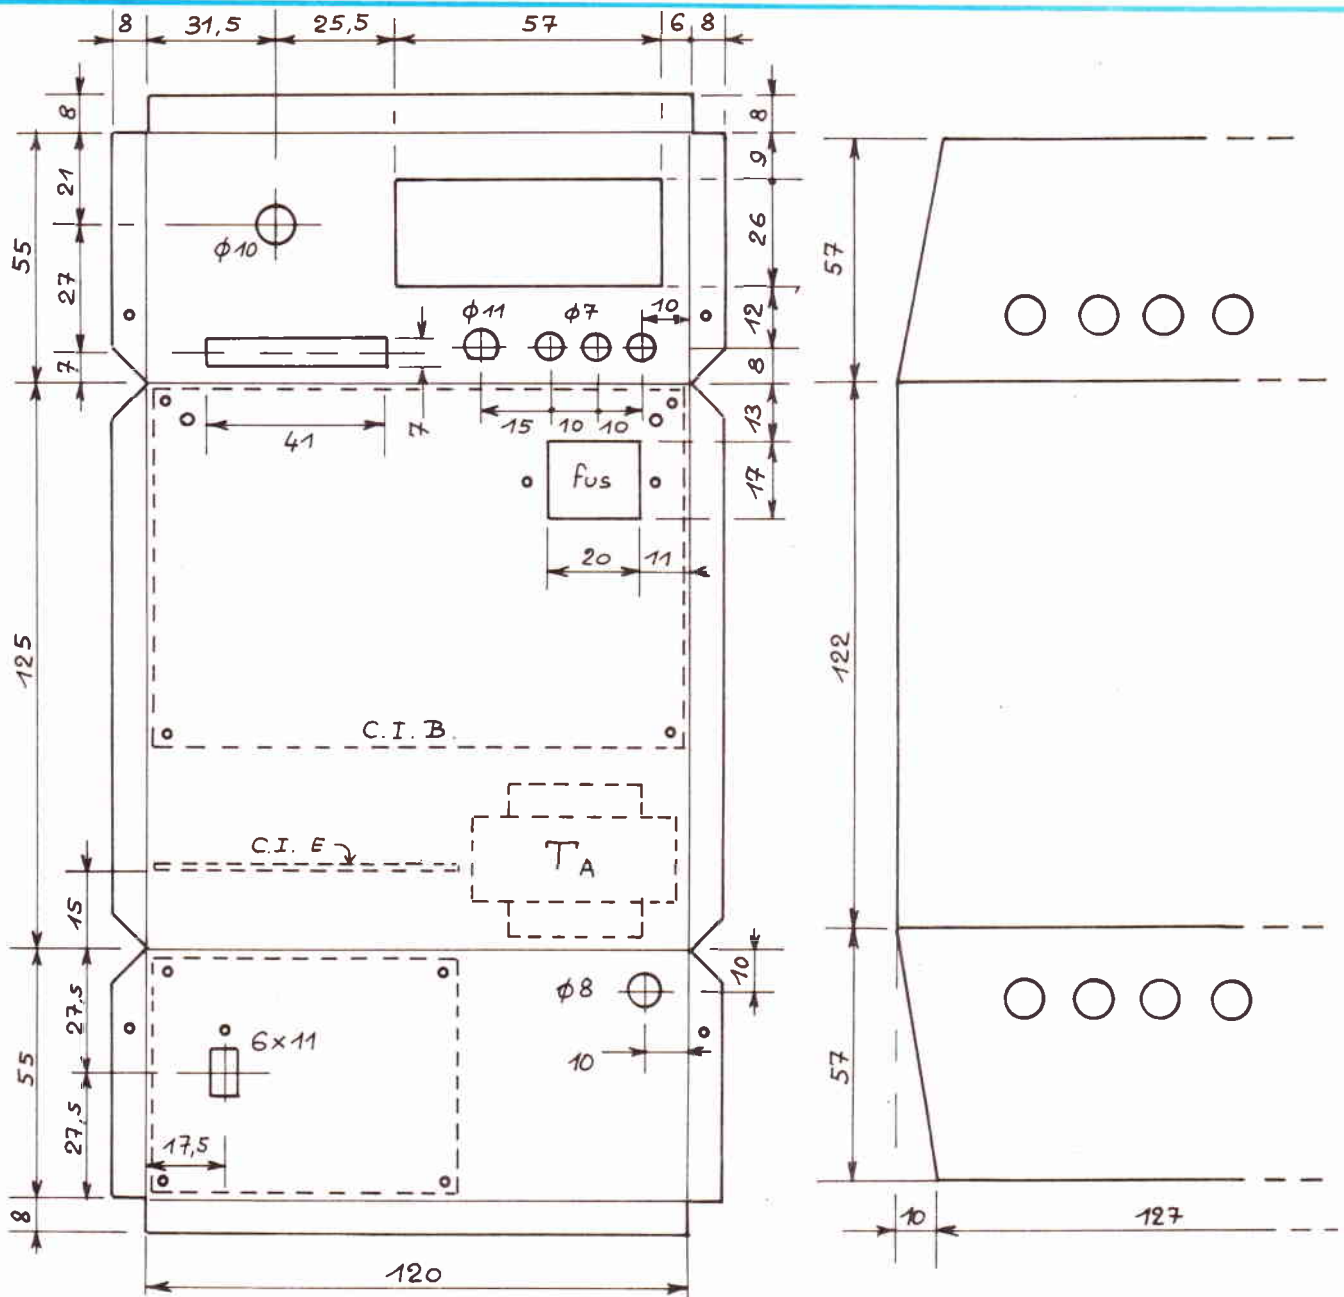

Fig. 13. - Boîtier du MX 7107 (Alu 10/10 - Côtes de traçage - Pliages vers l'observateur).
- a) Le boîtier : voir figure 13. A fabriquer en alu de 10/10. Découpes extérieures à la